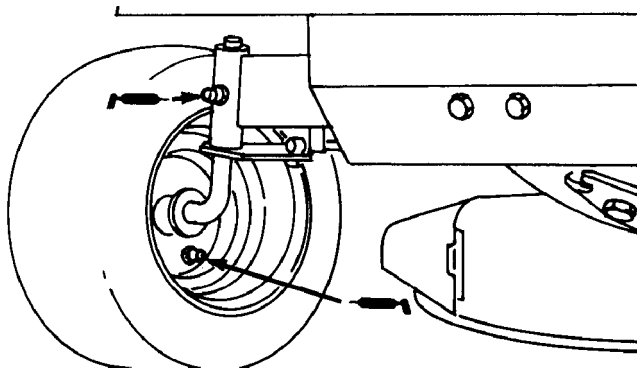

Figure 15
1. Graissez les roues avant et les fusées jusqu'à ce que la graisse commence à sortir des roulements (Fig. 15).